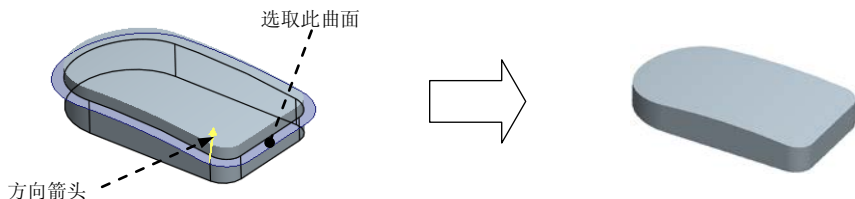

图 6.6.16 创建实体化特征
(1) 选取图 6.6.16 所示的曲面为实体化的曲面对象。
(2) 单击 **模型** 功能选项卡 **编辑** 区域中的 **实体化** 按钮，并按下“移除材料”按钮 。
(3) 确定要保留的实体。单击调整图形区中的箭头使其指向要去除的实体，如图 6.6.16 所示。
(4) 单击“完成”按钮 ，完成实体化操作。